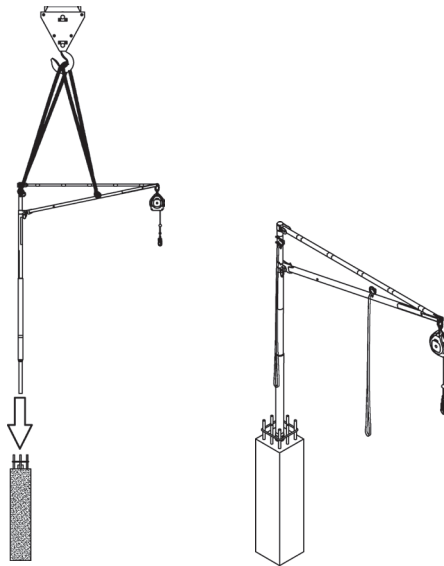

Abbildung 32. Platzieren des SkyReach Ankers
3. Stellen Sie sicher, dass die Kranschlaufen korrekt an den Hebeösen an der Strebe und am Mast befestigt sind. Es müssen beide Schlaufen verwendet werden, indem sie jeweils an einer Hebeöse befestigt werden. Haken Sie den Kranhaken in beiden Schlaufen ein und heben Sie den SkyReach Anker hoch. Entfernen Sie den Kunststoffstopfen von der Einbetonierhülse und senken Sie den SkyReach Anker dann in die Hülse hinab. Siehe Abbildung 32. Falls erforderlich, kann der SkyReach Teleskophaken verwendet werden, um den SkyReach Anker in die richtige Position zu bringen. Verhaken Sie dazu den Haken am Masten und lenken Sie den Anker in Position.